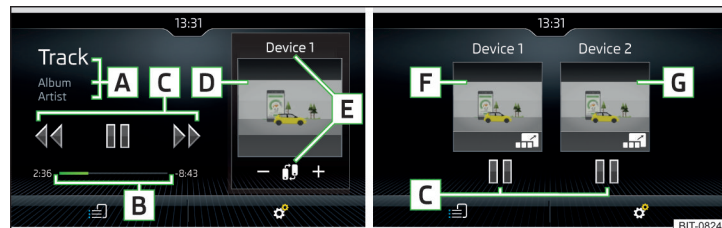

Fig. 148 Menú principal: una tableta / dos tabletas
#### Menú princ. » fig. 148
**B** » fig. 148 de la pág. 139.